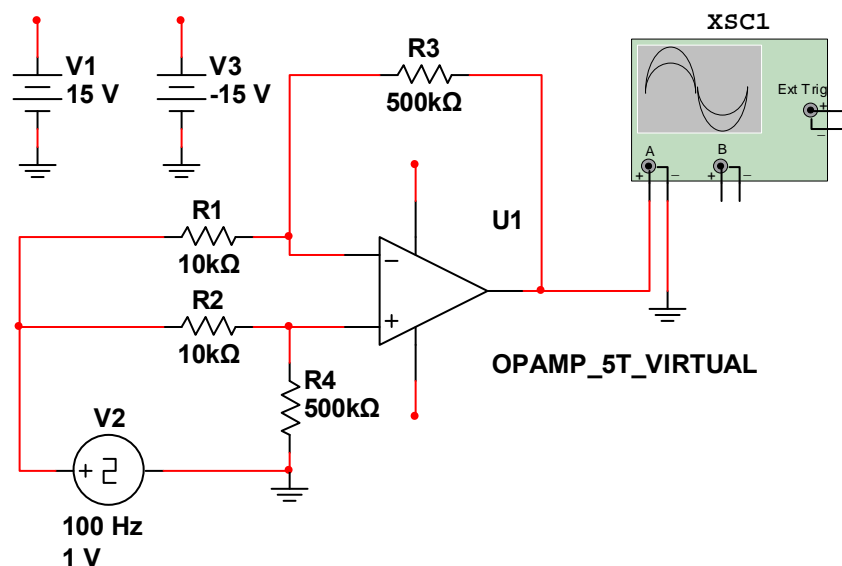

Рис.1 Схема моделирования ИОУ на одном усилителе для оценки характеристик в динамическом режиме.
Во многих случаях измерение сигнала сенсора  $U_c$  проходит на фоне большой помехи или большой синфазной составляющей  $E_c$ . Для её подавления применяется дифференциальное включение усилителя (рис.1).
1. Откройте файл demonstration.ms10 (рис. 1).
Схема ИОУ-1 на 5-ти выводном ОУ, приведенная на рис.1, предназначена для оценки влияния синфазной составляющей на выходное напряжение дифференциального каскада в динамическом режиме. Для большей наглядности дифференциальный сигнал в данном случае отсутствует.